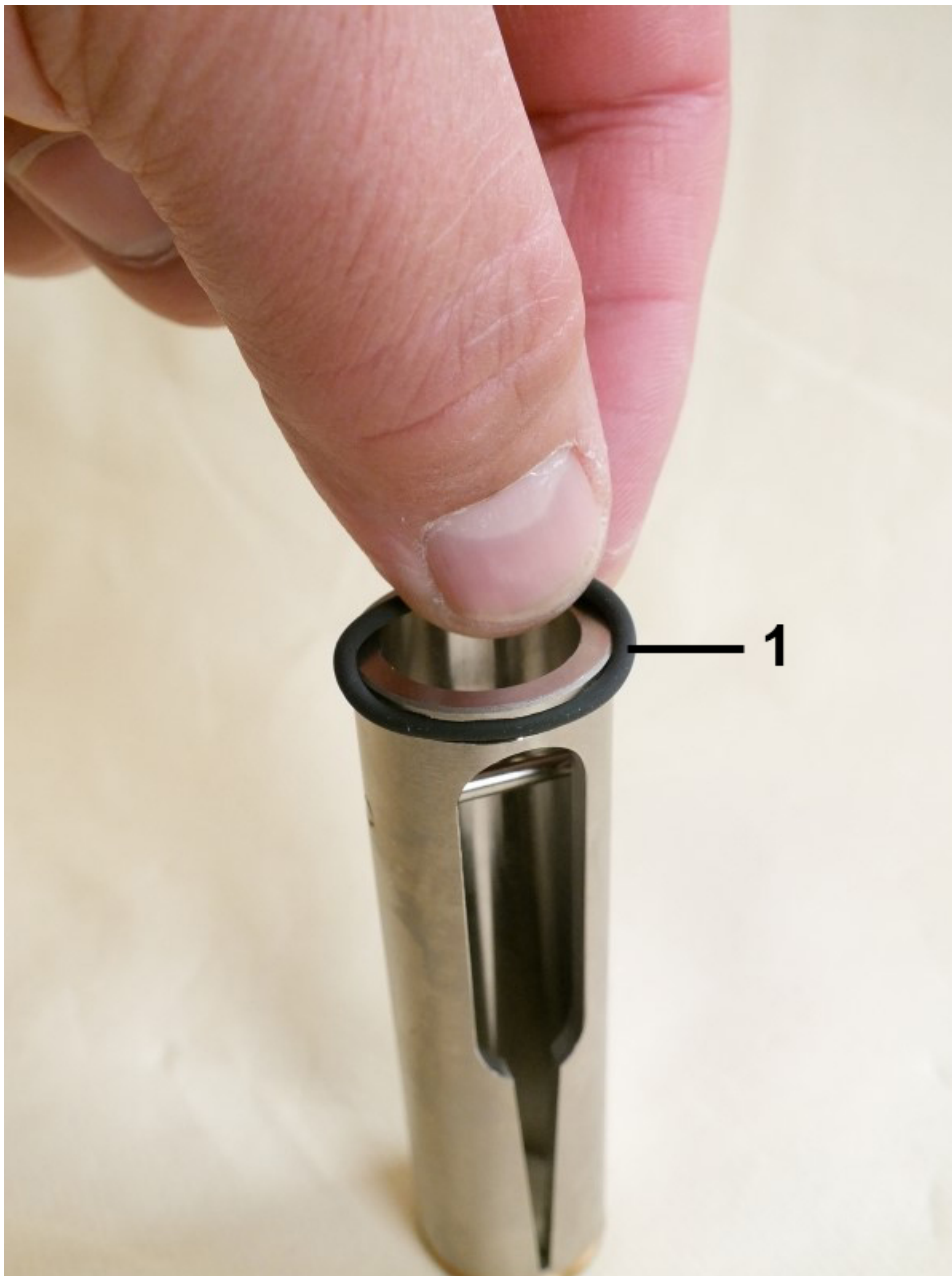

Abb. 50: O-Ring (Schlitzdüsenzentrierung)
4. ➤ O-Ring (Schlitzdüsenzentrierung) auf die Schlitzdüse aufziehen (*Abb. 50/1*), so dass er im O-Ringsitz an der Ausgangsseite der Schlitzdüse sitzt